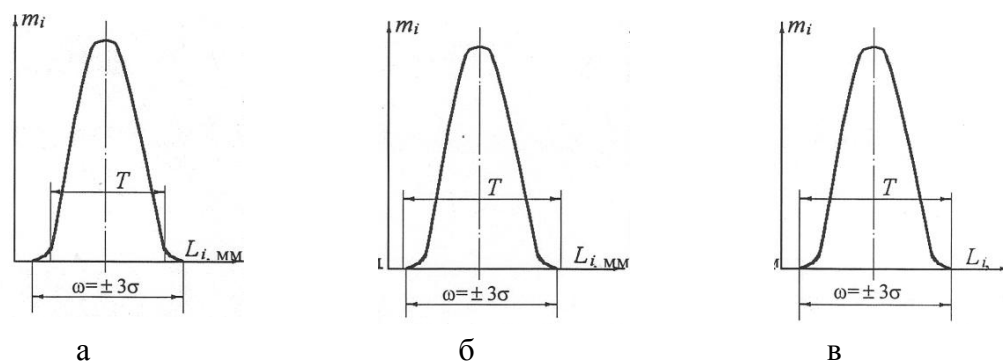

Рисунок 3
3. В ходе исследования точности обработки были построены кривые нормального распределения (см. рисунок 3- а, б, в). Дайте заключение о возможности (или невозможности) обработки заготовок без брака в каждом из случаев: